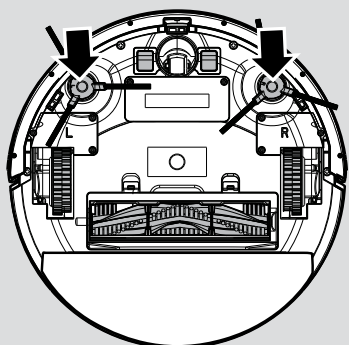

Fig. 3
7. Premere le due spazzole per la pulizia dei bordi sui supporti fino a farle scattare in posizione. Prestare attenzione ai punti L e R indicati sull'apparecchio e sulle spazzole. **[Fig. 3]**